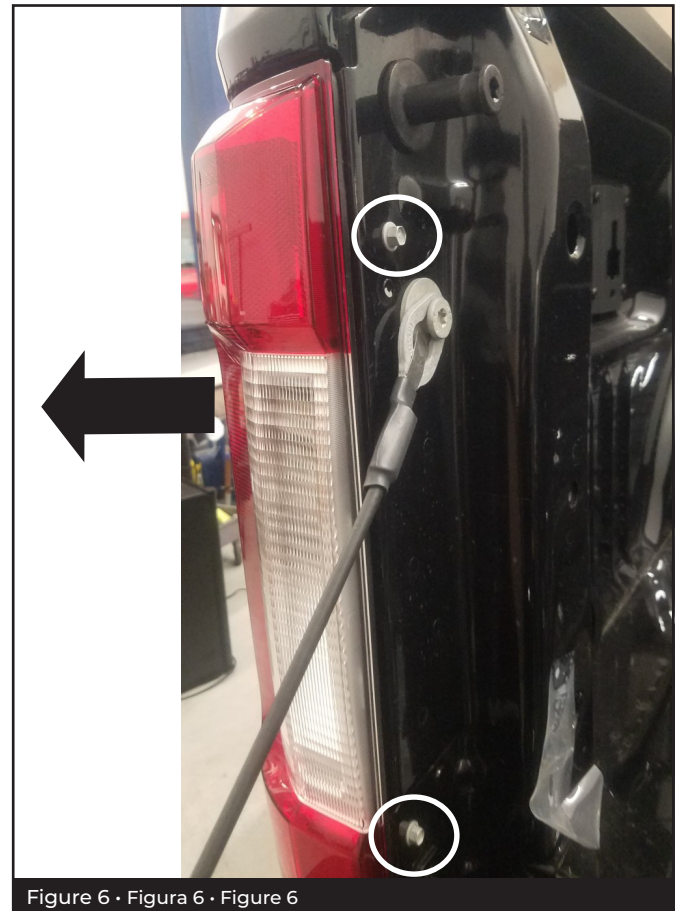

Figure 6 · Figura 6 · Figure 6
6 Remove (2) 8mm bolts from driver's tail lamp. Pull out on tail lamp (away from fender) to remove from vehicle. (Fig 6)
- Fr** Enlevez les (2) boulons de 8mm du feu arrière côté conducteur. Tirez le feu arrière (loin du pare-choc) et enlevez-le du véhicule. (Figure 6)